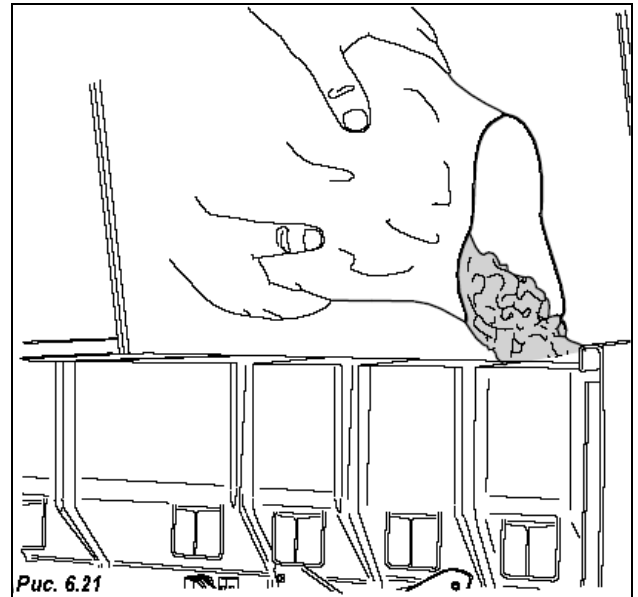

Рис. 6.21
- Снимите крышку с каждого контейнера и загрузите продукты в соответствии с этикетками на контейнерах (Рис. 6.21 - 6.22).